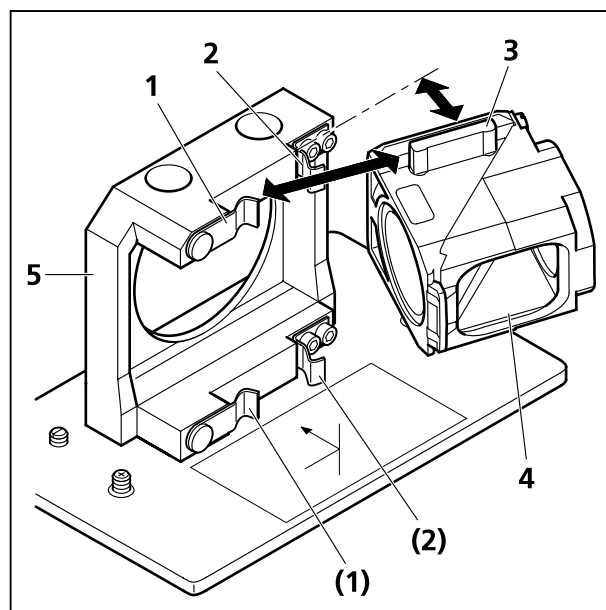

Fig. 1-36 Cambio del módulo de filtro
- Desenganche el módulo de filtro (Fig. 1-36/4) de los elementos tensores superiores (Fig. 1-36/2) del encaje de filtro (Fig. 1-36/5) inclinándolo hacia adelante; quítelo luego hacia arriba tirándolo de los elementos tensores inferiores (Fig. 1-36/1).
- Inserte el módulo de filtro (Fig. 1-36/4) con ayuda de sus elementos de montaje situados a la izquierda y derecha del mismo (Fig. 1-36/3), en los elementos tensores inferiores (Fig. 1-36/1) del encaje de filtro.
- Apriete el módulo de filtro contra los elementos tensores superiores (Fig. 1-36/2) hasta que enclave correctamente.